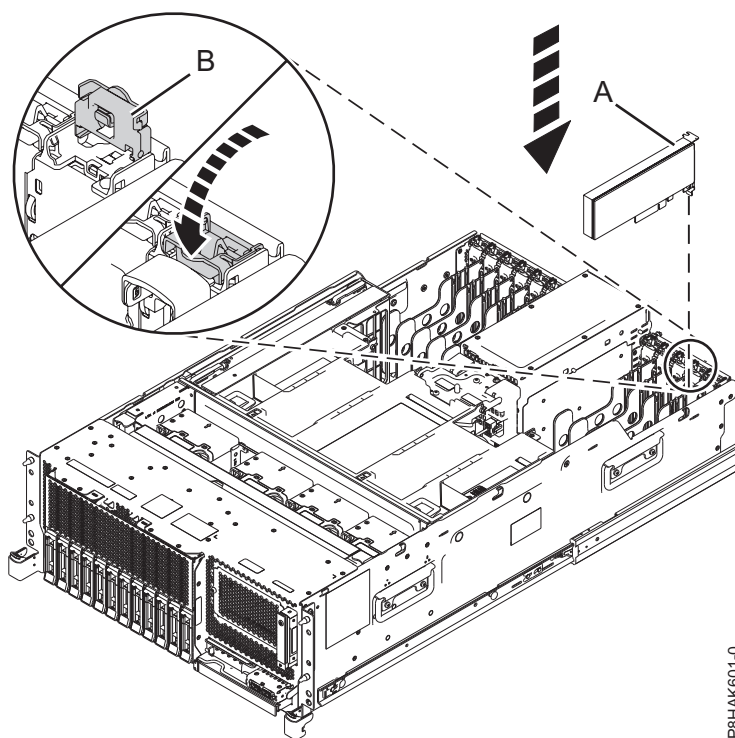
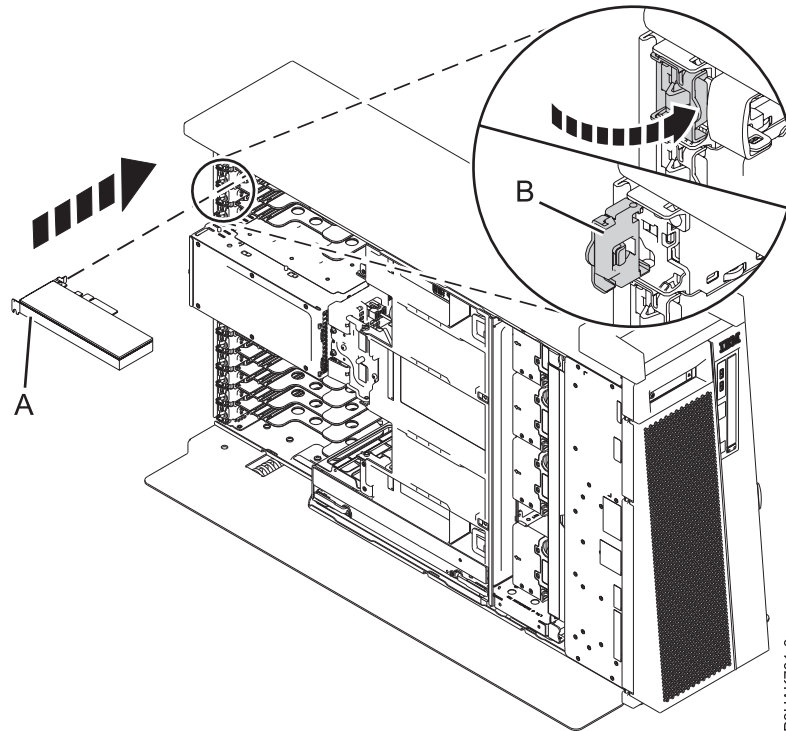

Figura 64. Instal·lació o substitució d'un adaptador PCIe en un sistema muntat en bastidor
Figura 65. Instal·lació o substitució d'un adaptador PCIe en un autònom sistema 8286-41A
5. Si el pestell d'adaptador (B) de la ranura de destinació encara no està en la posició d'obertura, estireu el pestell fins que es col·loqui en posició d'obertura fent-lo girar cap a fora del clip de la part posterior del sistema, tal com es mostra a la Figura 64 a la pàgina 72 i Figura 65 a la pàgina 73.
6. Agafeu amb compte l'adaptador per l'extrem superior o per la contrapunta i alineu-lo amb la ranura i el seu connector de la placa posterior del sistema **(A)**, tal com es mostra a Figura 64 i Figura 65 a la pàgina 73.
8. Per bloquejar l'adaptador dins la seva ranura, feu girar el pestell d'adaptador **(B)** en la direcció que es mostra a la Figura 64 i Figura 65 a la pàgina 73.